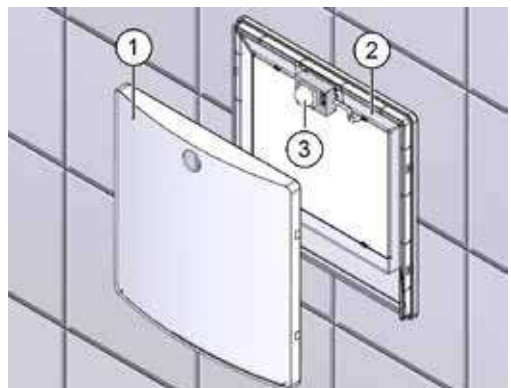

Abb. 12: Ansaugdeckel entfernen
- ▶ Greifen Sie an einer Ecke von unten in den Ansaugdeckel (Pos. 1 in Abb. 12) und ziehen Sie den Ansaugdeckel vom Filterträger (Pos. 2 in Abb. 12) ab. Die Potentiometer zur Einstellung der Lüfterfunktion befinden sich am Bewegungsmelder (Pos. 3 in Abb. 12).
- ▶ Setzen Sie den Ansaugdeckel (Pos. 1 in Abb. 12 auf Seite 21) auf das Gerät auf.
Das Potentiometer befindet sich am Bewegungsmelder (siehe Pos. 3 in Abb. 12 auf Seite 21).